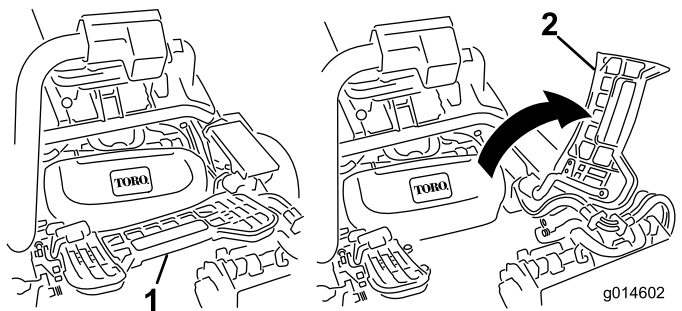

図 35
2. フットレストを跳ね上げて開き、中央カuttingユニット取り付け位置へのアクセスを確保する 図 35。